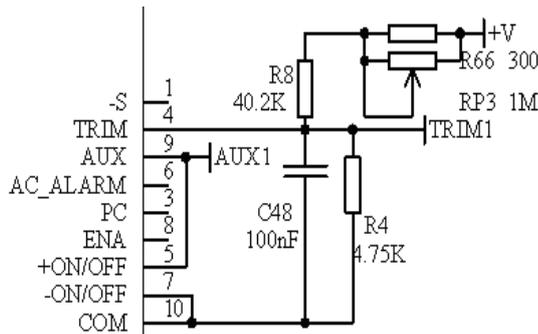

图15 输出电压上下调电路
(2)通过更改图15中RP3电位器进行对输出电压进行上下调;RP3的阻值减小;输出电压增大;RP3的阻值增大,输出电压减小,可调电压输出范围为47V-56V(可见图16)